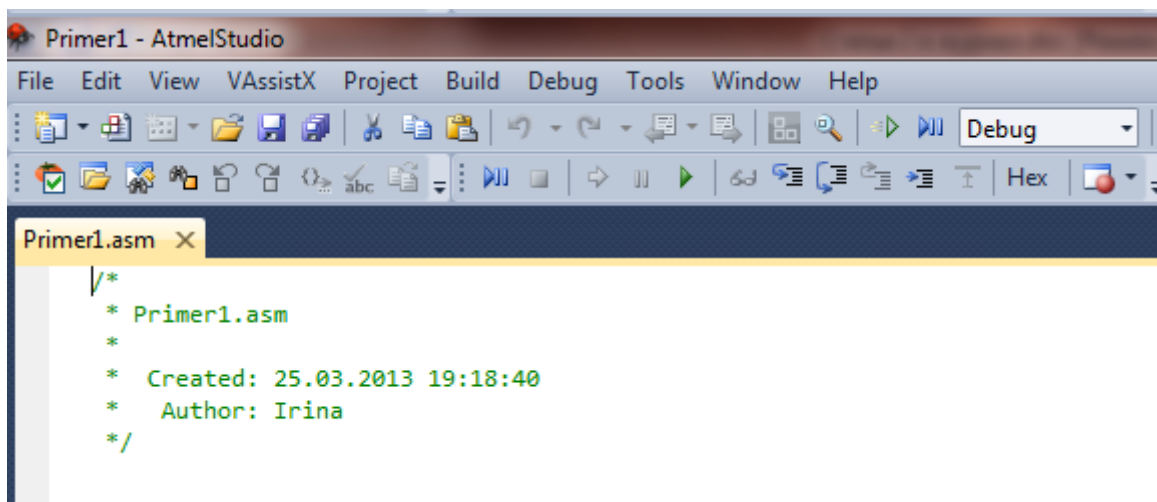

Рис.5 Страница редактора для написания программы на Assembler
3. Выбрать тип микроконтроллера (например, ATmega128) [2], нажимаем ОК, после чего появляется страница редактора для написания программы на Assembler (рис.5).